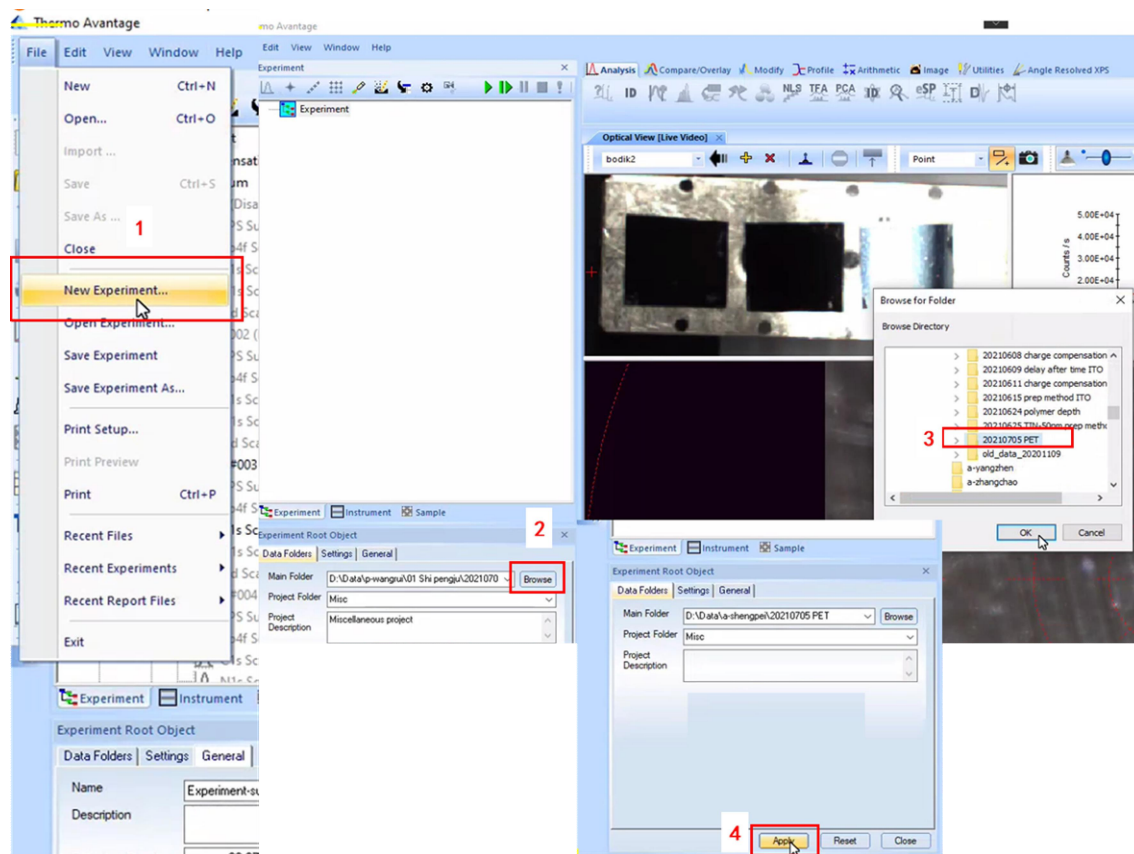

图 16 新建实验文件操作示意图
6.5.1 实验前的设定（操作示意如图 16）
- (3) 点击“Experiment”选项卡，回到实验设定界面（图 16）。